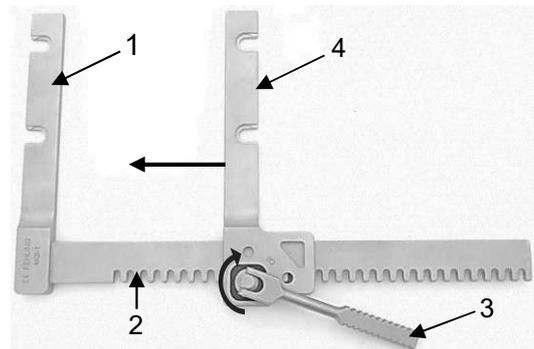

Abb. 9
Es ist darauf zu achten, dass beide Spreizerarme in die gleiche Richtung zeigen, wie in Abbildung 9 zu sehen.
Durch Drehen des Antriebshebels (3) im Uhrzeigersinn den beweglichen Spreizerarm (4) auf der Zahnstange (2) nach innen in Richtung des festen Spreizerarms (1) transportieren (Abb. 9).